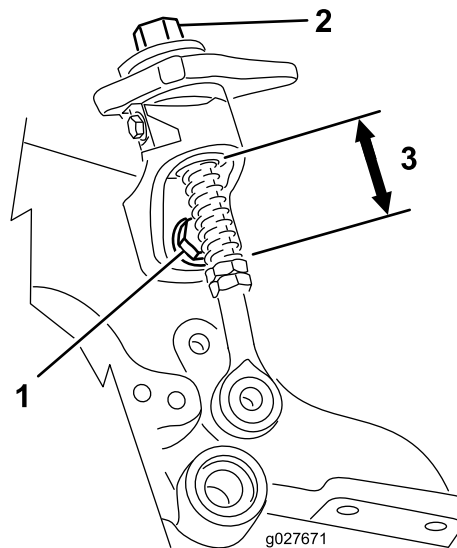

図 31
4. 高さ調整ノブが自由に回転しない場合は、ブッシュが汚れている可能性がある 図 31。
2. クイックアップ取り付けボルトをゆるめ、ねじ山付きロッドがずれていないこと、下のクイックアップランプに噛んでいないことを確認する 図 31。ボルトを締め付ける。
3. クイックアップスプリングの長さねじ山付きロッド上の長さを点検する 35mm あればよい 図 31。